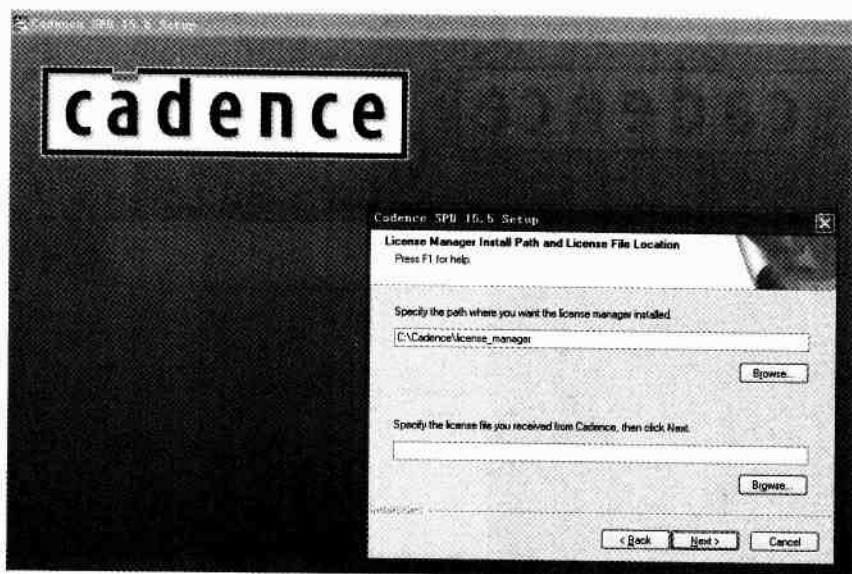
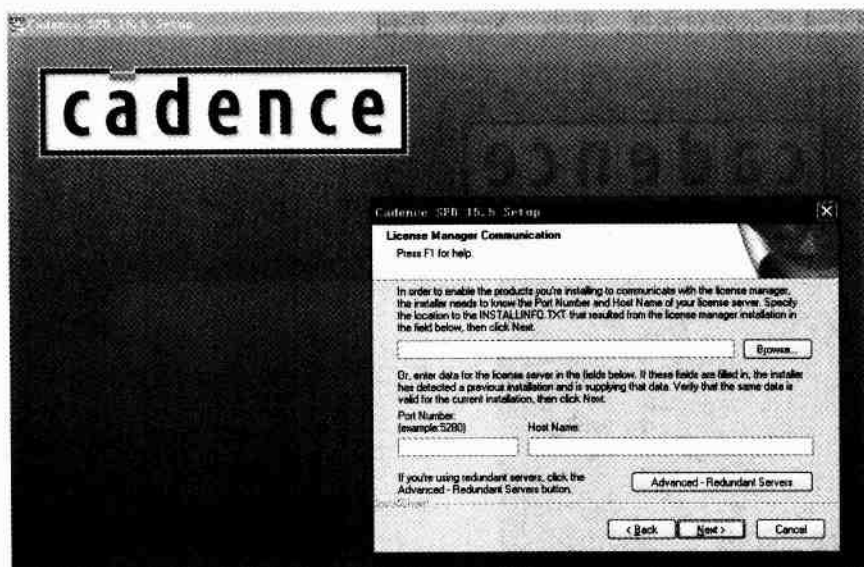

图 1-4 安装协议路径设置
图 1-5 安装协议设置
5) 在如图 1-4 所示的对话框中, 单击 “Next” 按钮, 出现如图 1-5 所示的对话框。
返回到如图 1-4 所示的对话框，单击“Next”按钮。
2) 出现如图 1-5 所示的对话框后，在指向安装有 License 文件的路径下，单击“Next”按钮。